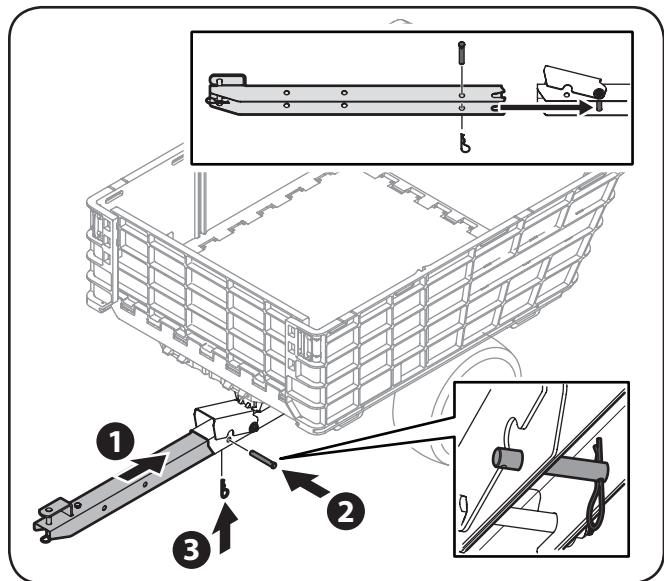

Figura 3-9
- Retire el pasador de horquilla y el pasador de chaveta de la ménsula de lengüeta. Vea el recuadro de la Figura 3-9.
- Deslice el conjunto de lengüeta en la ménsula de lengüeta tal como se muestra en la Figura 3-9. Alinee el orificio que se encuentra más atrás con el orificio de la ménsula de lengüeta e inserte el pasador de chaveta a través del conjunto de lengüeta y la ménsula de lengüeta. Fije el pasador de horquilla con el pasador de chaveta tal como se muestra en la Figura 3-9.
- Asegúrese de que el pasador de horquilla quede instalado en el interior del conjunto de lengüeta y la ménsula de lengüeta tal como se muestra en el recuadro de la Figura 3-9.